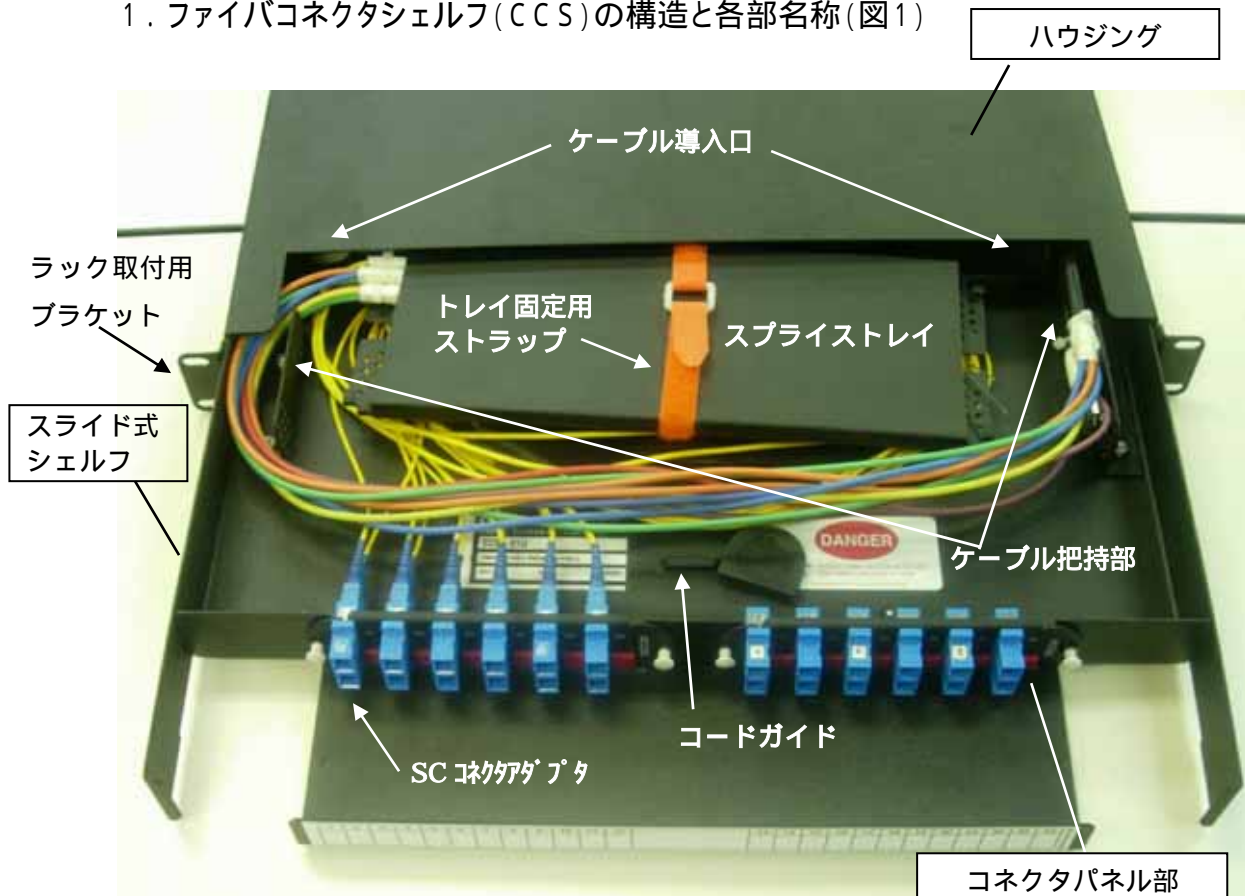

図 1
1. ファイバコネクタシェルフ(CCS)の構造と各部名称(図1)
- コネクタパネル部は、12～24個のコネクタアダプタを有し、留め具により、シェルフからの脱着が可能です。(図1はSCコネクタアダプタ、24心タイプ)